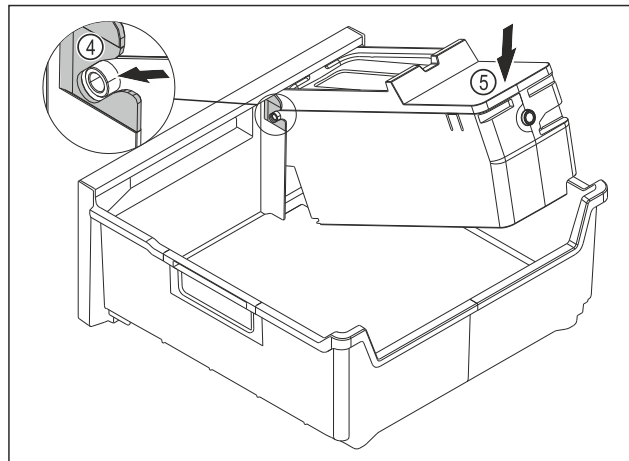

Fig. 91
- ▶ Монтаж на корпуса на EasyTwist-Ice: Вкарайте осите на корпуса на EasyTwist-Ice във водачите Fig. 91 (4).
- ▶ Натиснете надолу корпуса на EasyTwist-Ice Fig. 91 (5) отзад.